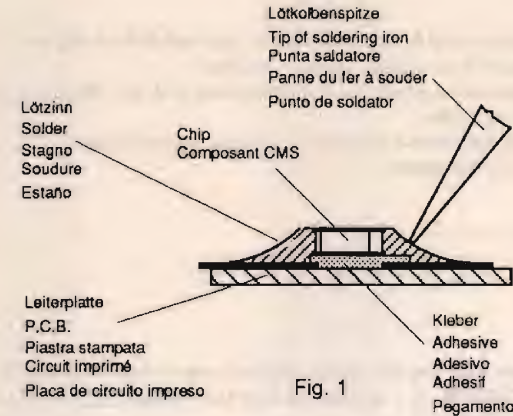

Fig. 1
1. Schritt: CHIP- Lötstelle mit Sauglitze absaugen (Fig. 1).
1. step: Clean the CHIP soldering point with a solder wick (Fig. 1).
1. Aspirer la soudure du composant CMS à la l'aide de la tresse à souder (Fig. 1).
1. Aspirare i punti di saldatura del CHIP con una calza dissaldante (Fig. 1).
- Primer paso: Aspirar el estaño del punto de soldadura con un aspirador de los tipos de pera o de resorte (Fig. 1).